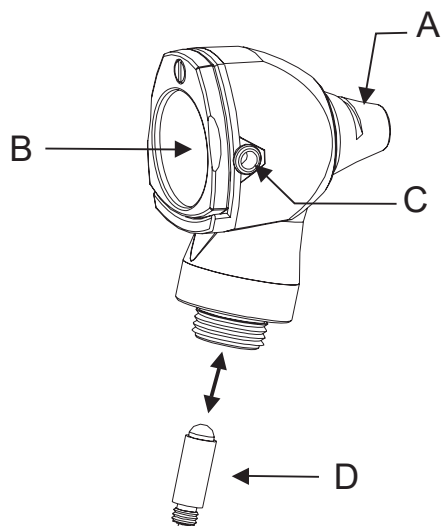

Fig.2
Con el otoscopio, primero desbloquee el cabezal del mango y saque la bombilla (D) hacia abajo (Fig. 2). Introduzca la nueva bombilla.